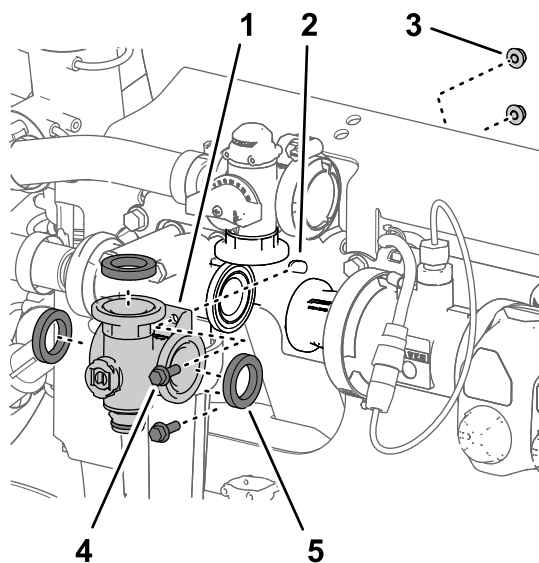

Figura 109
4. Rimuovete il collettore della valvola dell'agitatore e le guarnizioni dalla macchina (Figura 109).
3. Rimuovete i 2 bulloni a testa flangiata ($\frac{1}{4}$ " x $\frac{3}{4}$ ") e i 2 dadi di bloccaggio flangiati ($\frac{1}{4}$ ") che fissano il collettore della valvola dell'agitatore al supporto della valvola (Figura 109).